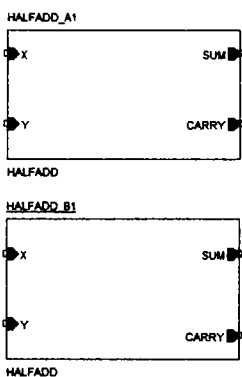

Рис. 18.12. Установка второго иерархического блока
15. По умолчанию позиционное обозначение для второго иерархического блока будет HALFADD\_A2. Дважды щёлкните на позиционное обозначение, чтобы изменить ссылку на HALFADD\_B1 (рис. 18.12).